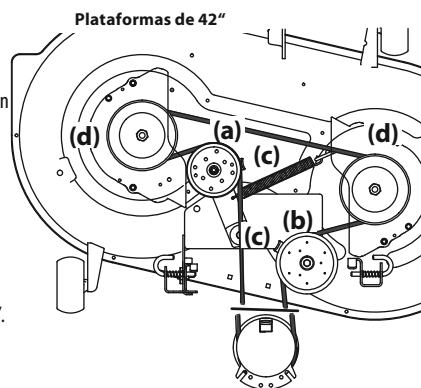
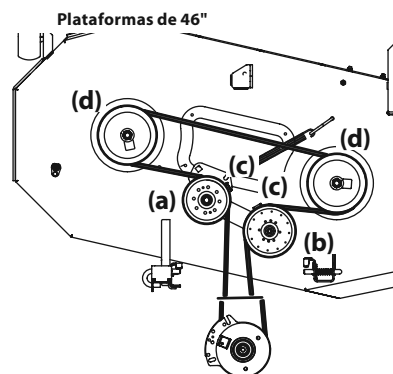
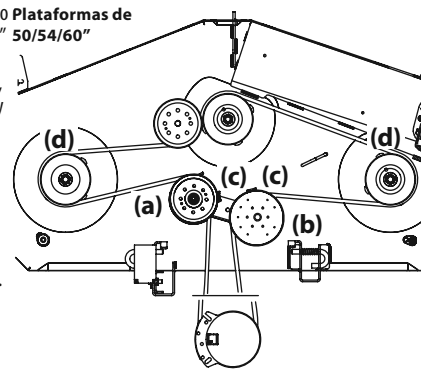

Figura 47
Figura 48
Figura 49
- Afloje, pero no quite los herrajes de la polea loca a la derecha (a) y la izquierda (b). Consulte la Figura 47 para las plataformas de 42", la Figura 48 para las plataformas de 46" y la Figura 49 para las plataformas de 50", 54" y 60".